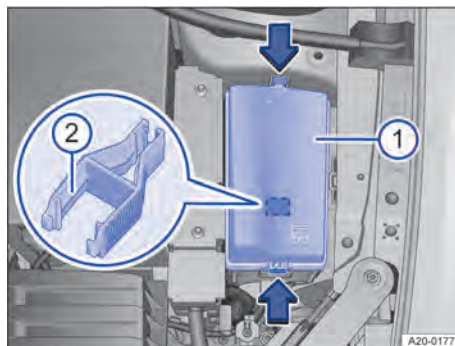

Abb. 182 Im Motorraum: Sicherungskasten mit Kunststoffzange.
Im Sicherungskasten kann sich eine Kunststoffzange zum Herausziehen von Sicherungen befinden → Abb. 182 .
2. Verriegelungen in Pfeilrichtung drücken → Abb. 182, um die Abdeckung des Sicherungskastens zu entriegeln → Abb. 182 .